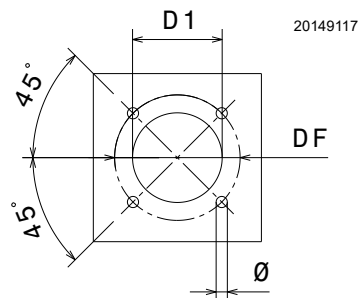

Fig. 14
Percer la plaque de fermeture de la chambre de combustion comme indiqué dans la Fig. 14. La position des trous filetés peut être tracée en utilisant l'écran isolant fourni avec le brûleur.
- Introduire le brûleur entier sur le trou de la chaudière, réalisé auparavant (Fig. 14 à la page 16), et fixer avec les vis fournies en dotation.